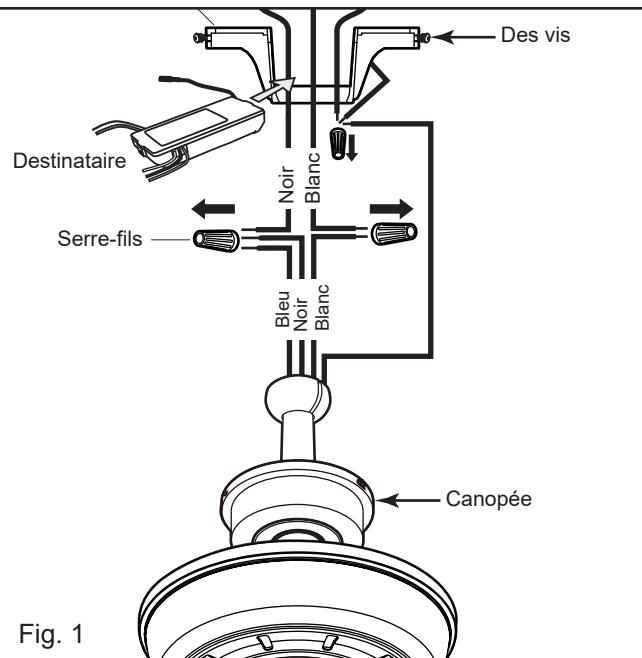

Fig. 1
- Retirez l'auvent du ventilateur de plafond du support de suspension.(Fig. 1)
- Débranchez le câblage existant entre le ventilateur de plafond et l'alimentation au niveau de la boîte de jonction électrique. (Fig. 1)
- Posez le fil d'antenne noir sur le récepteur et placez le récepteur dans le support de montage. (Fig. 1)